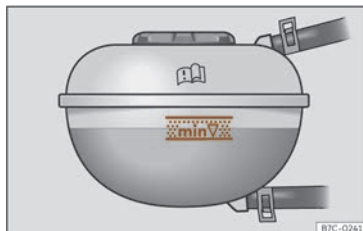

Fig. 199 Dans le compartiment avant : repère sur le vase d'expansion du liquide de refroidissement.
- Avec le moteur froid, vérifiez le niveau du liquide de refroidissement sur les repères latéraux du vase d'expansion >>> **fig. 199**. Le niveau du liquide de refroidissement doit être situé entre les repères.
- Le niveau de liquide de refroidissement devra être situé entre les repères du vase d'expansion >>> **fig. 199**. **Ne dépassez jamais le bord supérieur de zone des repères** >>> .
- En ajoutant du liquide de refroidissement, ne dépassez pas le bord supérieur de la zone des repères >>> fig. 199. Sinon, lorsque la température augmente, le liquide en excès sera expulsé du système de refroidissement du moteur et pourrait causer des dommages.